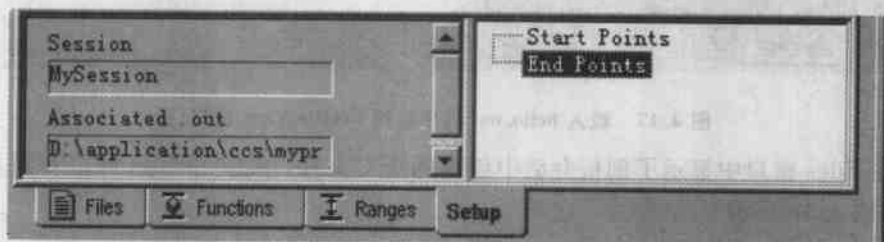

图 4.21 Setup 窗口
(6) 单击 Setup 标签, 将显示已经设置的起点和终点剖析区域。由于在 hello.out 程序中没有设置起点和终点剖析会话, 所以 Setup 窗口中也没有显示, 如图 4.21 所示。